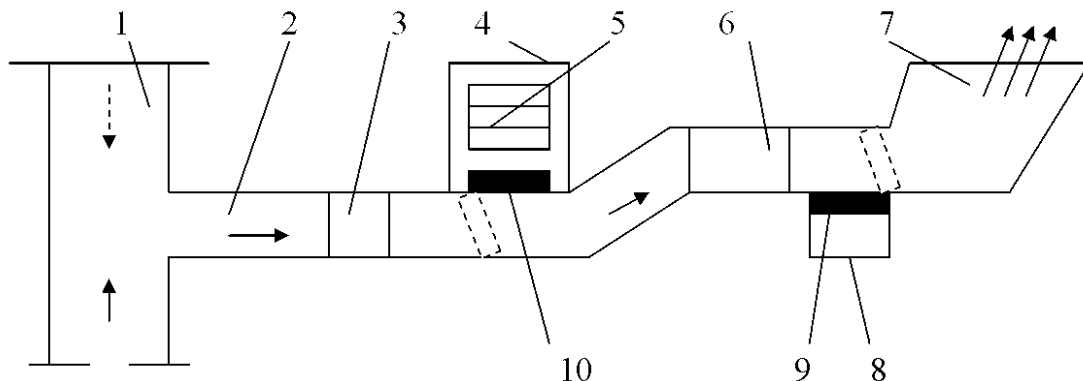

Рис. 2 – Спрощена схема вентиляторної установки з осовими вентиляторами:
У нормальному режимі повітря зі ствола надходить до вентилятора по маршруту 2-3-4-5-7 і далі через дифузор на поверхню землі (8-9). Для переведу шахти в режим нагнітання повітря (реверсування) закривають ляду (або опускають шибер) на ділянці 3-4, одночасно підіймають атмосферну ляду в повітрязабираючій будці (рис. 2, ляда 10) і ляду обвідного каналу (рис. 2, ляда 9), яка перекриває дифузор (7).